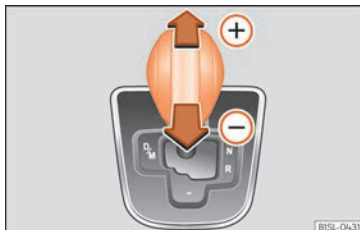

Fig.164 Palanca a la posició Tiptronic.
- Premeu la palanca cap endavant **+** o cap enrere **-** per augmentar o reduir la marxa » » **fig. 164.**